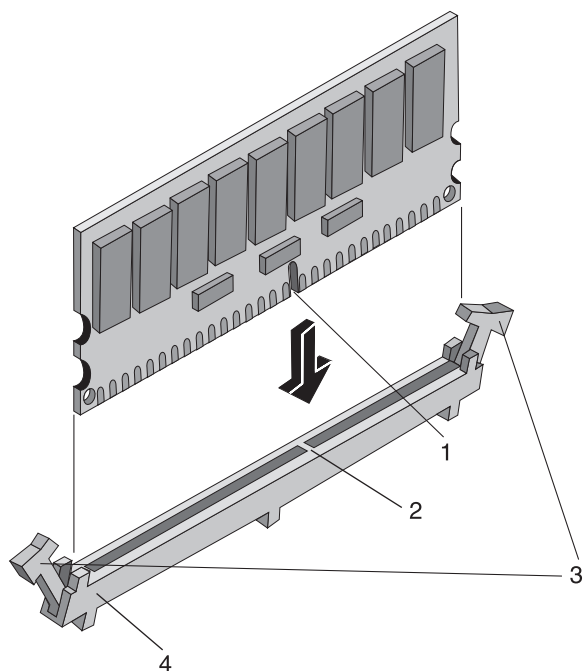

图 2-12: DIMM 与插槽对准
7. 将新的 DIMM 上的凹槽对准 DIMM 插槽上的键销。请参阅图 2-12。